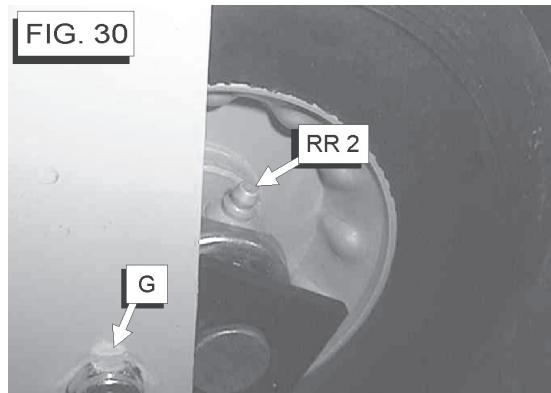

FIG. 30
- G. Boulons de butée de l'axe [FIG. 11, FIG. 30]